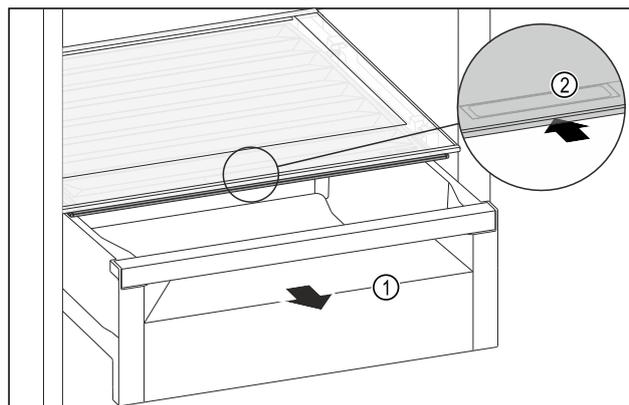

Fig. 122
- ▶ Extraer el compartimento Fig. 122 (1).
- ▶ Agarrar el tirador empotrado Fig. 122 (2) en la tapa del compartimento y tirar de la tapa del compartimento hacia atrás al mismo tiempo.